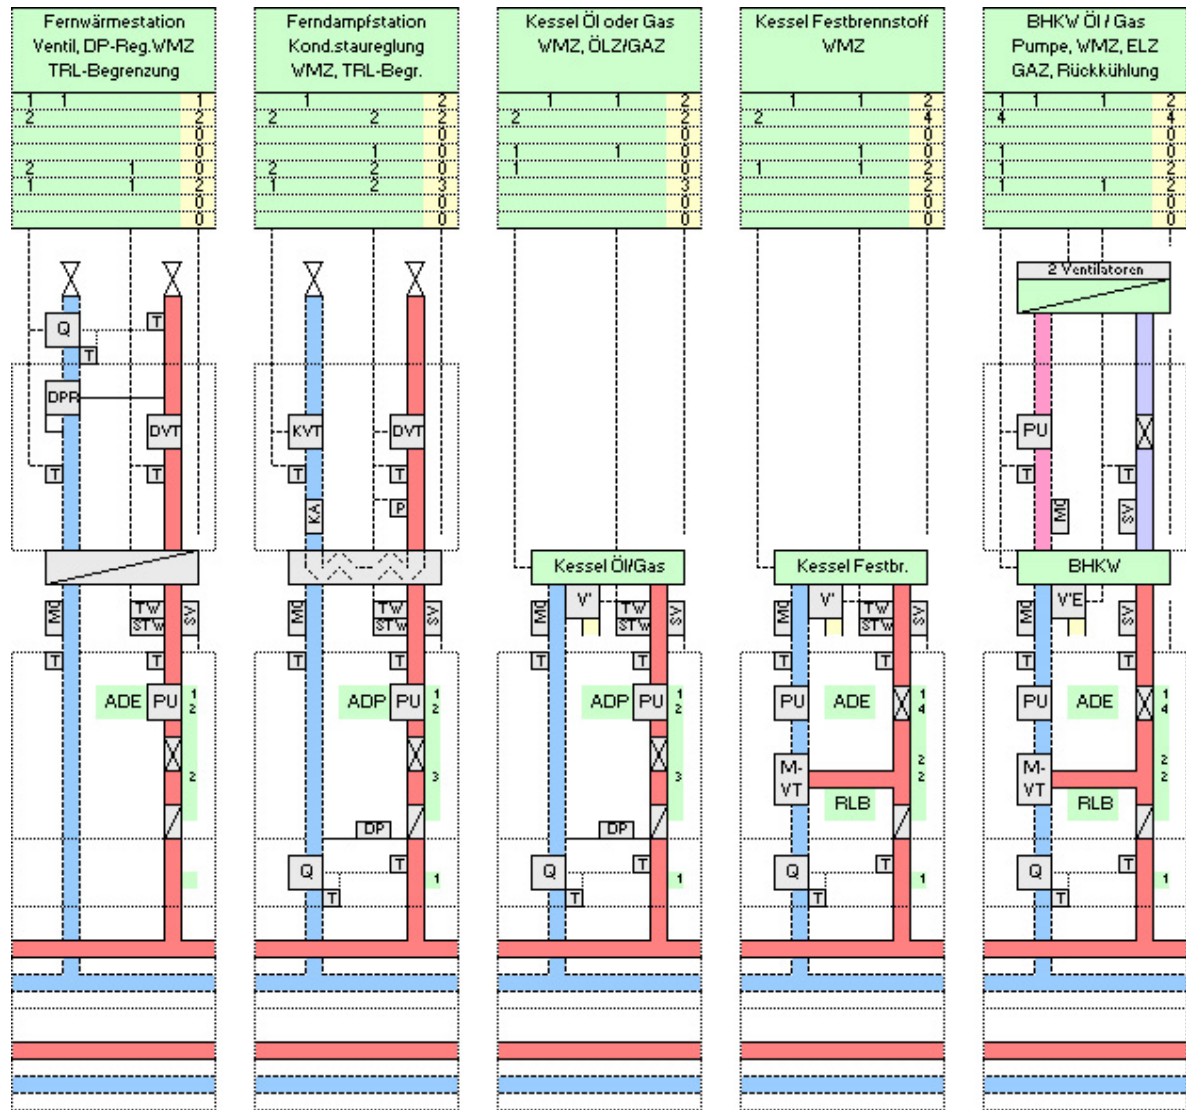

Bild 7
7. Fernwärmestation (FW) (Bild 7)